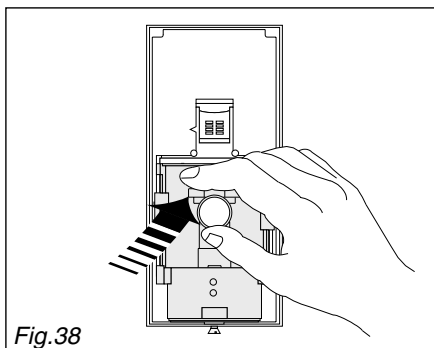

Fig.38
6. Remonter la partie anti-insectes (fig. 38).